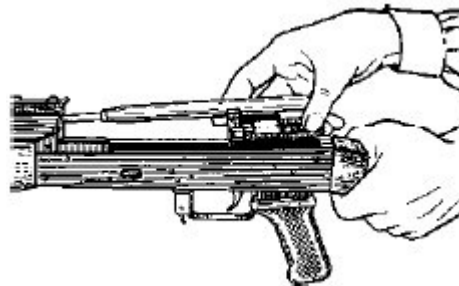

Рис. 6. Отделение затворной рамы с затвором
6) *Отделить затворную раму с затвором.* Продолжая удерживать автомат левой рукой, правой рукой отвести затворную раму назад до отказа, приподнять ее вместе с затвором (рис. 6) и отделить от ствольной коробки.